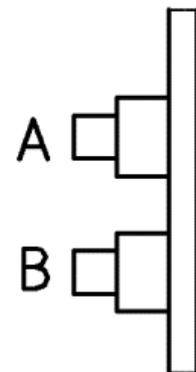

Fig. 4
9. Mantenga pulsado el botón "A" del PCB durante un segundo (Fig. 4).
12. Mantenga pulsado el botón "B" del PCB durante un segundo (Fig. 4).